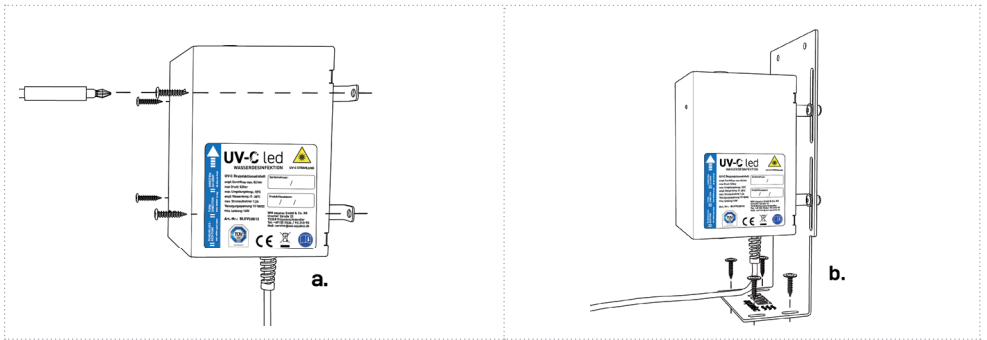

Abbildung 6: Installation des Gehäuses an einer Wand oder auf dem Boden mit dem Edelstahl Boden-Befestigungswinkel (separat erhältlich)
1. Befestigen Sie die UV-Einheit (*Abbildung 6*) mit 4 geeigneten Schrauben entweder